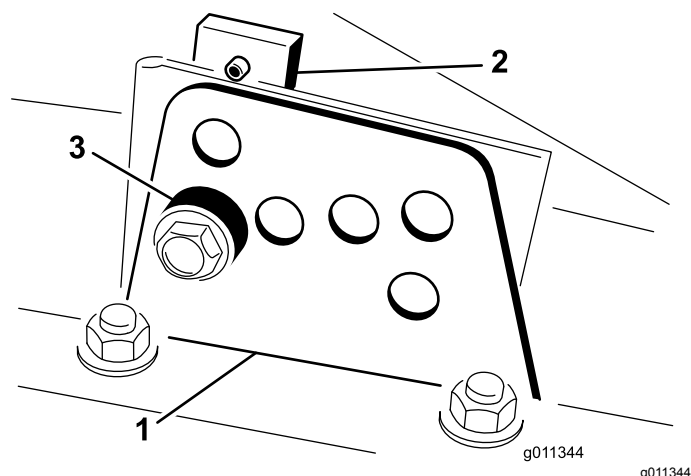

Figura 15
2. Allentate il bullone che fissa ogni staffa dell'altezza di taglio alla relativa piastra (lati anteriore e laterali), come illustrato nella Figura 15.
4. Supportate l'alloggiamento e togliete il distanziale (Figura 15).